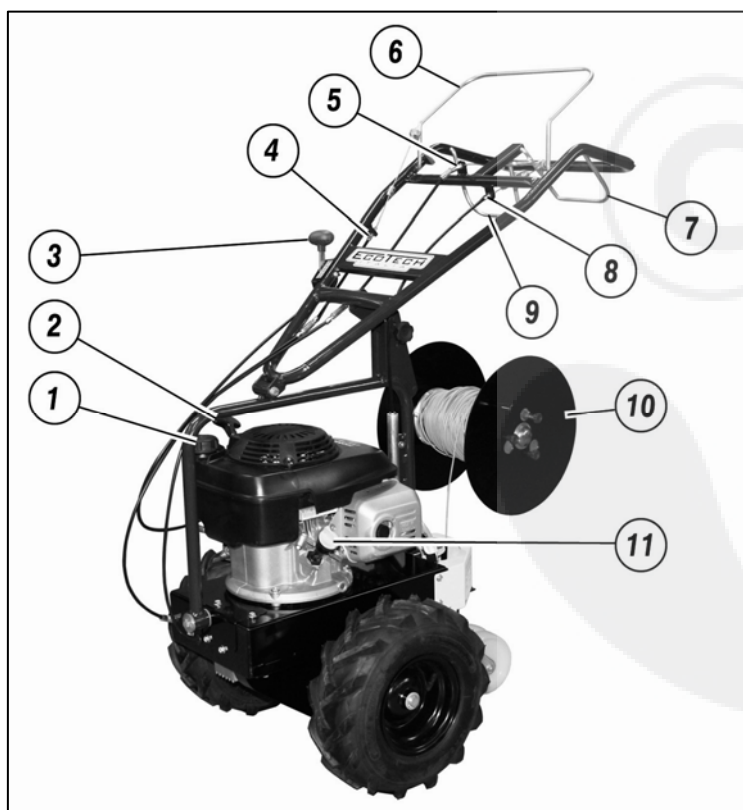

Fig.1
- Controllare che il livello dell'olio non sia sotto il minimo: svitare il tappo (fig.1 n.11), con uno straccio pulire l'asta di livello e riavvitare il tappo. Svitare nuovamente e assicurarsi che il livello sia compreso fra le due tacche di minimo e di massimo. Se il livello è sotto la soglia minima, aggiungere olio fino a ottenere il livello ottimale. (richiedere l'olio adatto al vostro rivenditore di fiducia).
- Controllare che tutte le leve siano in posizione di folle (fig.1 n.6/n.9).
- Per avviare il motore da freddo posizionare il manettino del gas (fig.1 n.3) nella posizione di START.
- Impugnare la manopola di avvio del motore (fig.1 n.2) quindi dare uno strappo energetico. Attendere qualche minuto che raggiunga la temperatura d'esercizio prima di portarlo al massimo regime.
Prima di iniziare il lavoro bisogna posizionare il cavo nell'apposito avvolgitore, regolare la profondità di interrimento, legare l'estremità del cavo ad un picchetto, assicurarsi che non vi siano persone animali o cose di valore per un raggio di almeno 15 metri, quindi avviare il motore e una volta caldo portarlo è possibile iniziare il lavoro. Azionare fino in fondo la leva di innesto rotazione della fresa (fig.1 n.9), innestare fino in fondo la leva di avanzamento (fig.1 n.1) e iniziare il lavoro usando comunque la massima prudenza. Leggere attentamente la descrizione delle operazioni sotto riportate. Durante i periodi estivi o comunque in presenza di terreno secco si consiglia di annaffiare abbondantemente il prato il giorno prima di eseguire il lavoro.
**LA MACCHINA NECESSITA DI UN RODAGGIO! DURANTE LA PRIMA ORA DI LAVORO LE CINGHIE SI ASESTANO. CONTROLLARE CHE LE MOLLE DI TENSIONE LAVORINO SEMPRE IN MODO ADEGUATO** (fig.1 n.4/n.5).
Per un utilizzo migliore della macchina data la varietà dei tipi di cavo e dei tipi di bobine esistenti sul mercato si consiglia di avvolgere il cavo nell'apposito raccoglitore (fig.1 n.10) utilizzando la manovella presente sul raccoglitore. È importante avvolgere il cavo in senso orario per garantire durante il lavoro un perfetto srotolamento (fig. 2). Se si vuole invece usare le bobine di cavo già avvolte, si può smontare dal raccoglitore la parete sinistra allentando i tre pomelli (fig.3) e facendo compiere alla parete una leggera rotazione, posizionare la bobina nel tubo del raccoglitore usando eventuali adattatori, quindi rimontare la parete e stringere a fondo i tre pomelli. Una volta posizionato il cavo nel raccoglitore bisogna infilare l'estremità del cavo all'interno del tubo della pinna (fig. 4) fino a farlo uscire dalla parte inferiore di alcuni centimetri.
Per regolare la velocità di interrimento agire sul manettino dell'acceleratore (fig.1 n.3) andando ad alzare o diminuire i giri del motore. Non regolare **MAI** la velocità facendo slittare leggermente i dischi frizione della scatola di trasmissione. Questa operazione crea un grave danno alla parte meccanica della trasmissione. La leva di avanzamento (fig.1 n.9) deve essere tirata **SEMPRE** fino in fondo e cioè quando va a toccare il manubrio.